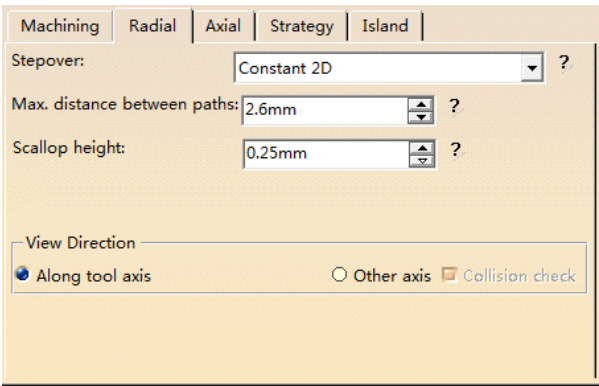

图 2-109 “Radial” 选项卡 (2)
1) “Radial” 选项卡 (2) 如图 2-109 所示。该选项相关参数如下：